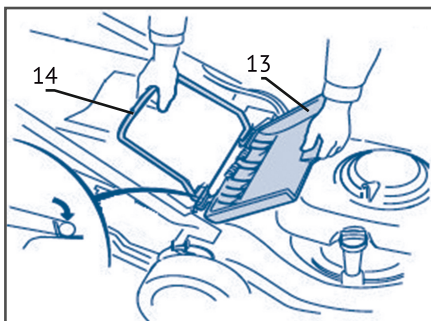

рис. 3
- Вставьте раму травосборника в мешок при помощи пластиковых креплений. Поднимите заднюю крышку (13) и установите травосборник (14) как показано на рис. 3.